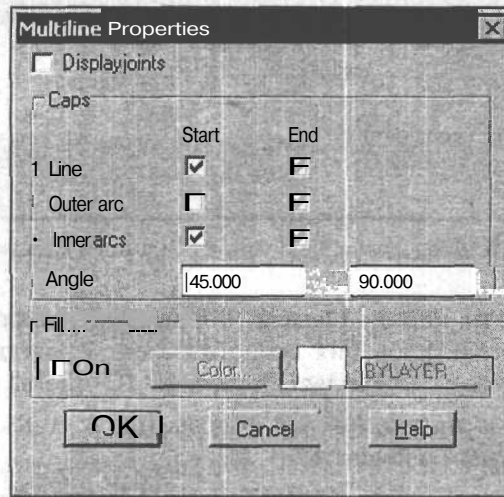

Рис. 13.8. Диалоговое окно настройки цвета фона и формы торцевых ограничителей мультилинии
8. Для задания цвета фона и формы торцевых ограничителей мультилинии щелкните мышью на кнопке **Multiline Properties** (Свойства мультилинии) в диалоговом окне **Multiline Styles** (Стили мультилинии). Появится диалоговое окно **Multiline Properties** (Свойства мультилинии) (рис. 13.8).